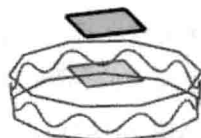
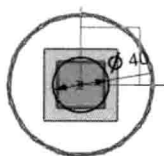
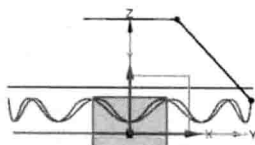

图 1.2.4 基准平面 1
图 1.2.5 草图 1
图 1.2.6 草图 2
Step5. 创建图 1.2.4 所示的基准平面 1。选择下拉菜单 **插入(I) → 基准/点(D) → 基准平面(D)...** 命令，系统弹出“基准平面”对话框。在 **类型** 区域的下拉列表框中选择 **按某一距离** 选项，在绘图区选取 XY 基准平面，输入偏移值 50。单击 **确定** 按钮，完成基准平面 1 的创作。
Step6. 创建图 1.2.5 所示的草图 1。选择下拉菜单 **插入(I) → 在任务环境中绘制草图(V)** 命令；选取基准平面 1 为草图平面；进入草图环境绘制草图。绘制完成后单击 **完成草图** 按钮，完成草图 1 的创作。
Step7. 创建图 1.2.6 所示的草图 2。选择下拉菜单 **插入(I) → 在任务环境中绘制草图(V)** 命令；选取 YZ 基准平面为草图平面；进入草图环境绘制草图。绘制完成后单击 **完成草图** 按钮，完成草图 2 的创作。
Step8. 创建图 1.2.7 所示的扫掠特征。选择下拉菜单 **插入(I)** → **扫掠(S)** → **扫掠(S)...** 命令，在绘图区选取图 1.2.6 所示的草图 2 为扫掠的截面曲线串，选取图 1.2.4 所示的艺术样条特征和图 1.2.5 所示的草图 1 为扫掠的引导线串，并分别单击中键确认。单击“扫掠”对话框中的 **<确定>** 按钮。完成扫掠特征的创建。